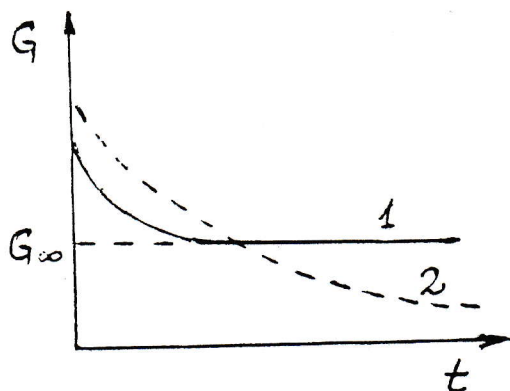

Рис. 1
Если образец слабо сшитого эластомера подвергнуть быстрой деформации и закрепить в растянутом состоянии, то напряжение, необходимое для поддержания этой постоянной деформации, уменьшается во времени, стремясь к некоторому постоянному значению. Этот процесс называется релаксацией напряжения и может быть представлен зависимостью либо напряжения, либо модуля упругости (G) от времени (рис. 1, кривая 1). В общем случае модуль упругости складывается из двух составляющих: равновесного модуля (G_∞), зависящего от температуры и густоты химической сетки полимера, и релаксационного модуля (G_t), меняющегося во времени и обусловленного физическими узлами (флуктуационной сеткой) в полимере: $G = G_t + G_\infty$
Уменьшение релаксационного модуля происходит по экспоненциальному закону и характеризуется некоторым параметром, называемым временем релаксации. Однако зависимость релаксационного модуля от времени не подчиняется уравнению с одним временем релаксации (рис. 1, кривая 2), а может быть описана как сумма нескольких экспонент с различными временами релаксации: